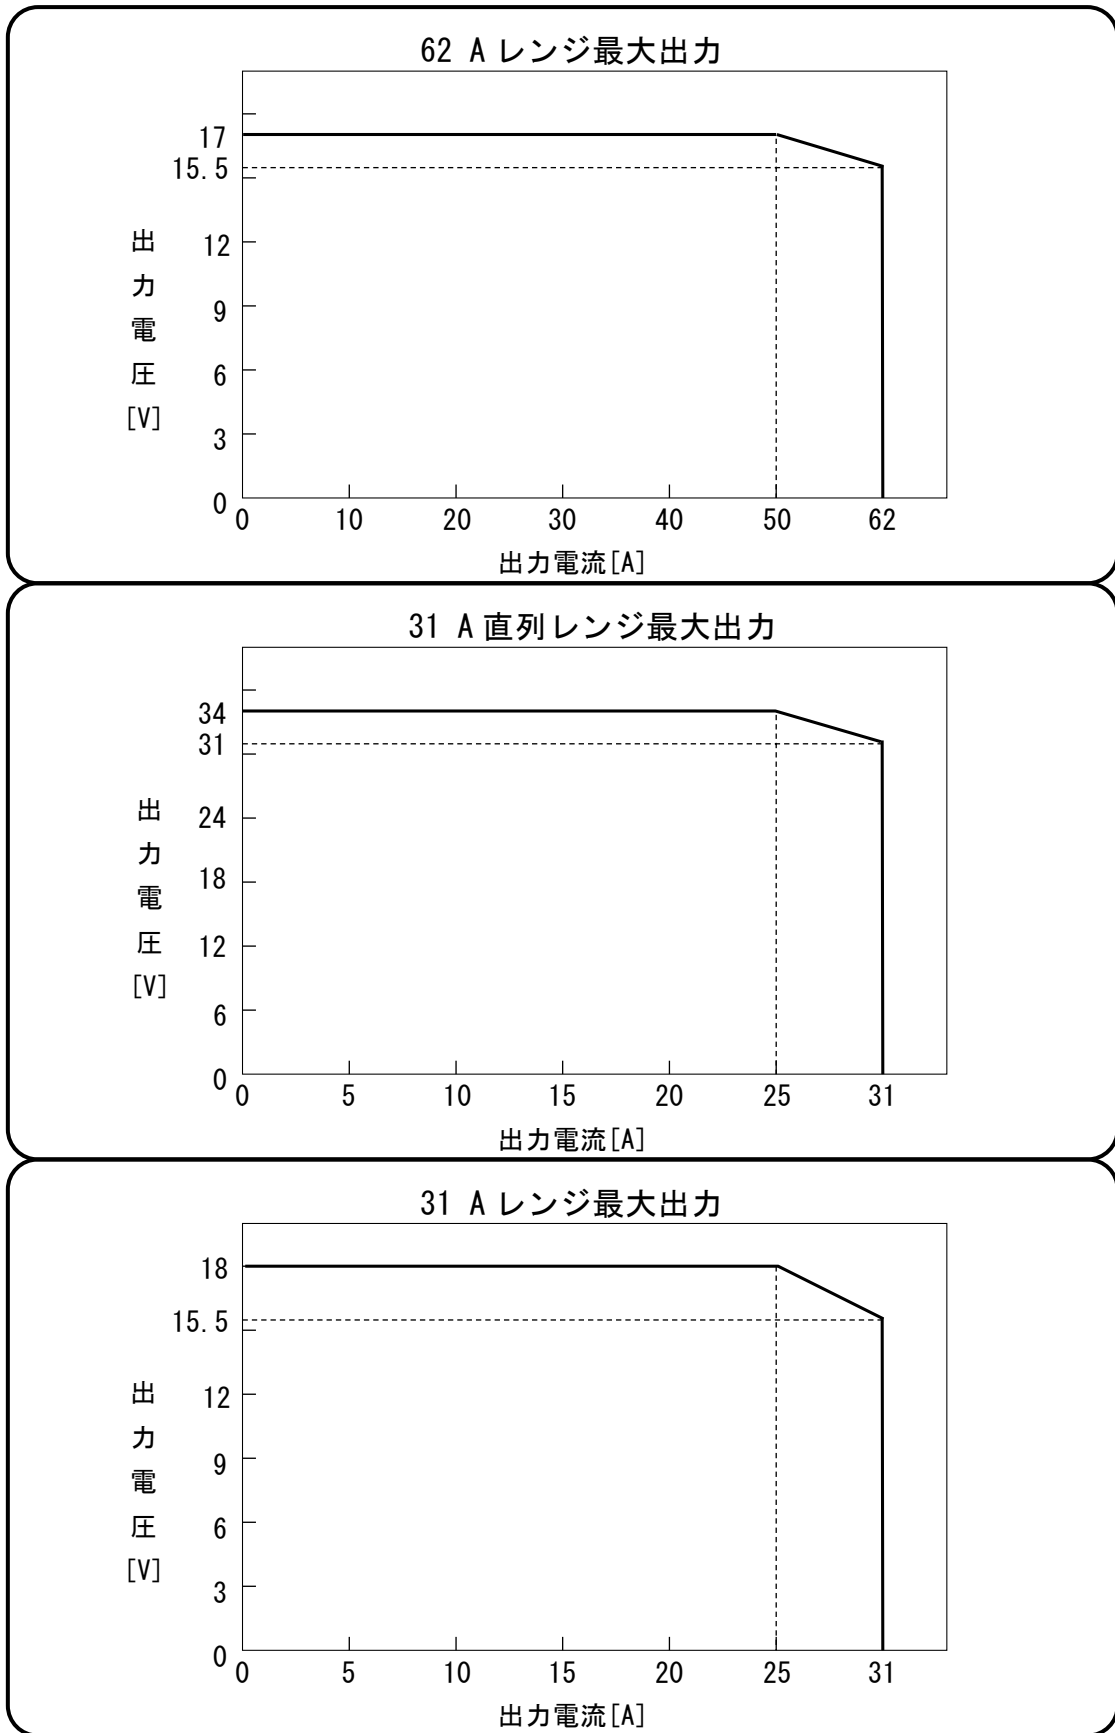

図6-1 62 A・31 A 直列・31 A レンジ最大出力
**注1**: 62 A レンジ:50 A 以上, 31 A 直列レンジ:25 A 以上, 31 A レンジ:25 A 以上では, 出力可能な電圧は小さくなります。(図6-1 62 A・31 A 直列・31 A レンジ最大出力 参照)